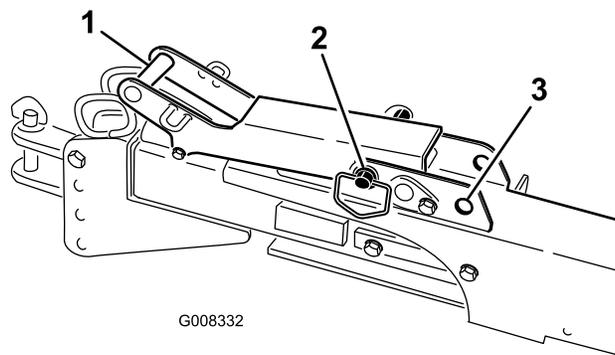

図 35
- ・ 牽引ヒッチを使っている場合には、コア・プロセッサをオフセット位置から通常の牽引位置（牽引車両の真後ろ）に戻し、牽引ヒッチを縮め、ラッチ・ハンドルのピンをロック位置にする（図 35）。